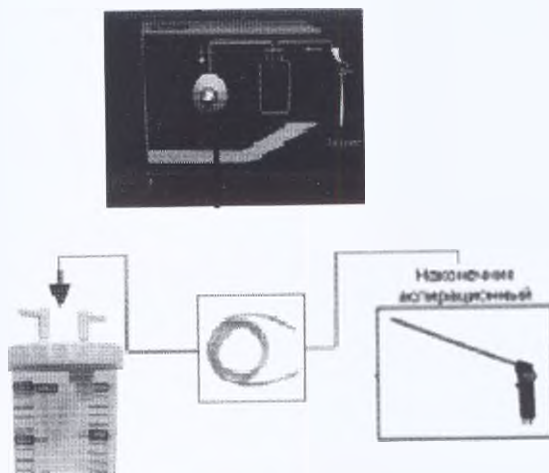

Рисунок 5.
1.8.3 Соедините длинной толстой трубкой ($\varnothing 7\text{ мм}$, $L=4\text{ м.}$) штуцер на крышке пластиковой банки с инструментом (канал отсоса) (рисунок 5).